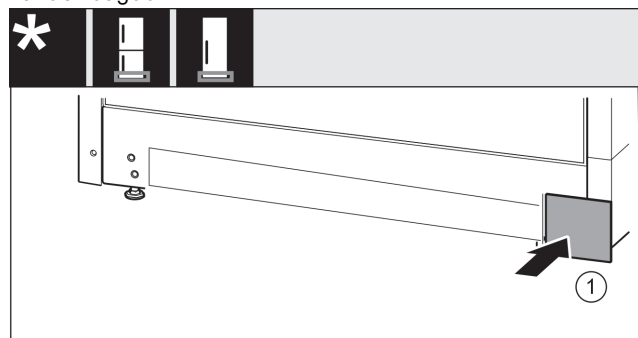

Fig. 17
- Påsæt afdækningen Fig. 17 (1) igen på den anden side.